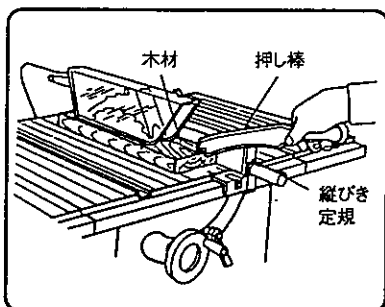

図 25
- 切断中、木材に終わりまで手を添えなければならないとき、また、幅150mm以下の木材切断を行なうときには、押し棒で押すようにしてください。（図25参照、押し棒は別売部品で用意しています。）
(1) スイッチ操作